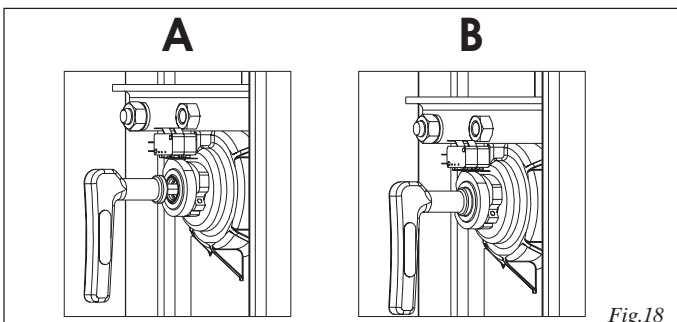

Fig.18
- Introduzcan la llave especial que se encuentra dentro del montante en el orificio de desbloqueo (fig.18 ref.A) y giren algunas vueltas en sentido horario hasta el tope mecánico.
Atención: En la llave de desbloqueo está presente un borde circular que debe apoyarse en el árbol (fig.18 ref.B), una vez alcanzada esta posición, no continúen girando la llave de desbloqueo para no perjudicar la funcionalidad del sistema.